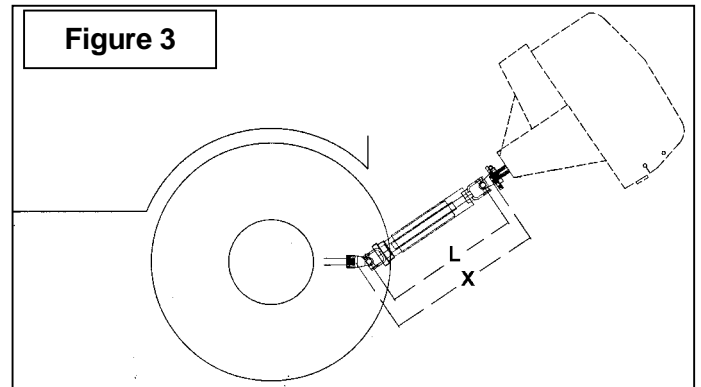

Figure 3
1. Pour déterminer la longueur "L" de votre modèle de tracteur, il faut d'abord trouver le facteur "X" en mesurant la distance horizontale entre le bout de l'arbre de commande du tracteur et le bout de l'arbre entraîné lorsque la souffleuse est en position de transport tel qu'illustré à la Figure 3.